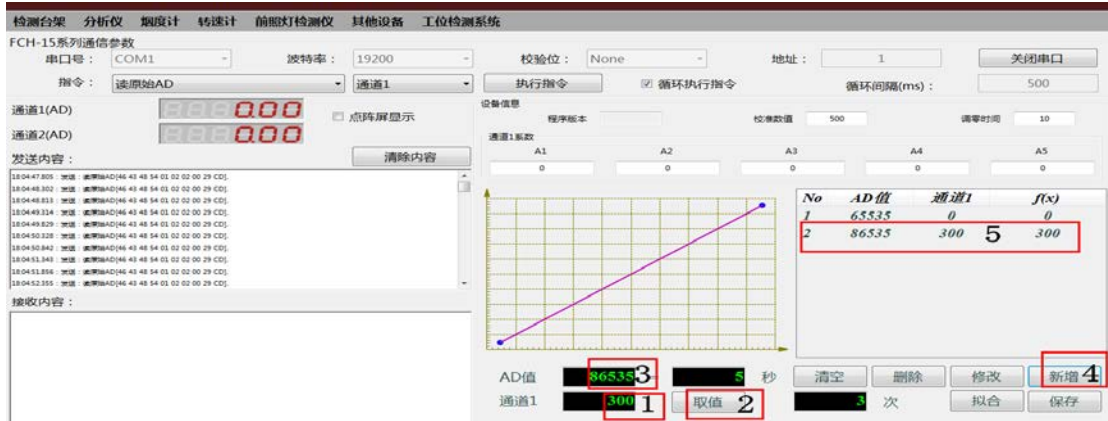

图 4.8
(7)、将测量板缓慢向外推，推至百分表刚好转过三圈，待 AD 值相对稳定后，在通道 1 写入“300”，然后点击“取值”，此时取得 AD 值为 86535，然后点击“新增”，将标定点“300”和对应的 AD 值 86535 增加到标定坐标系(见图 4.8)。